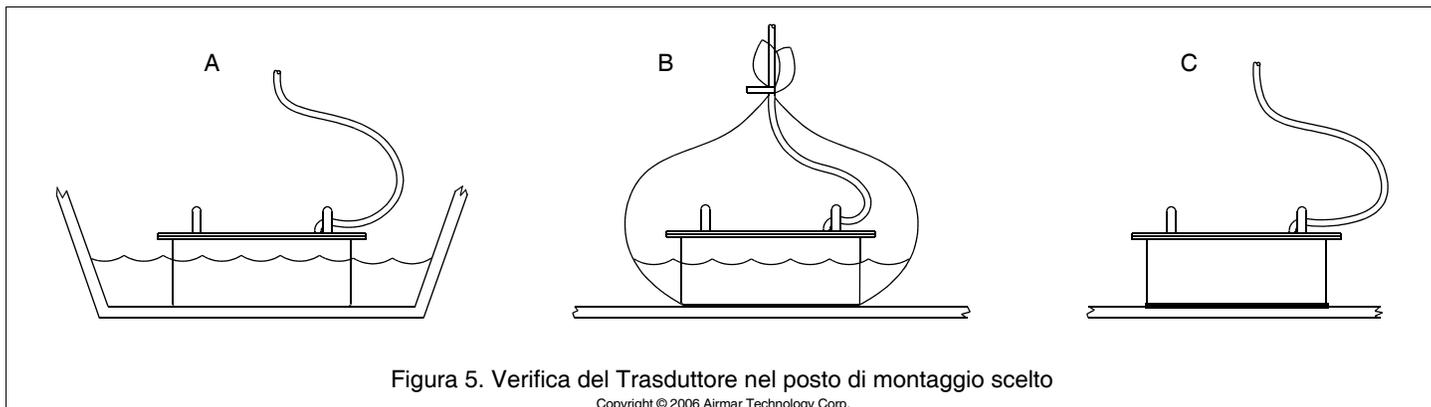

Figura 5. Verifica del Trasduttore nel posto di montaggio scelto
- A. Se il trasduttore verrà posizionato nella vicinanza della poppa e l'imbarcazione ha il minimo angolo di deadrise**—Pulite qualsiasi accumulo di sporcizia e/o grasso utilizzando un detergente oppure un solvente non aggressivo come l'alcol. Appoggiate il trasduttore allo scafo e permettete che l'acqua di sentina ricopra la superficie di contatto (vedi la Figura 5-A).
- B. Per un angolo di deadrise non eccessivo**—Se la superficie dello scafo non è liscia, levigatela con una smerigliatrice a disco. Inserite il trasduttore dentro un sacchetto di plastica sottile. Riempite il sacchetto parzialmente con acqua e serratelo fermamente con una fascetta per cavi. Bagnate la superficie dello scafo e premete il lato attivo del trasduttore contro lo scafo tramite il sacchetto (vedi la Figura 5-B).
C. Per qualunque posto—Se la superficie dello scafo non é liscia, levigatela con una smerigliatrice a disco. Applicate un lubrificante a base d'acqua (come K-Y® gel) sul lato attivo del trasduttore. Con un movimento di contorcimento, premete con forza il lato contro lo scafo (vedi la Figura 5-C.). Dopo la verifica, rimuovete ogni traccia del lubrificante dal lato del trasduttore.